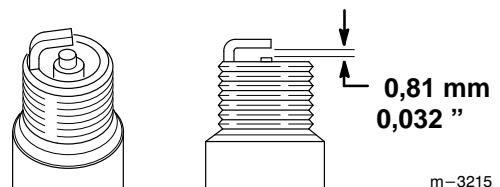

Figure 21
- Régler l'écartement des électrodes de la bougie (Fig. 21) à 0,81 mm (0,032").